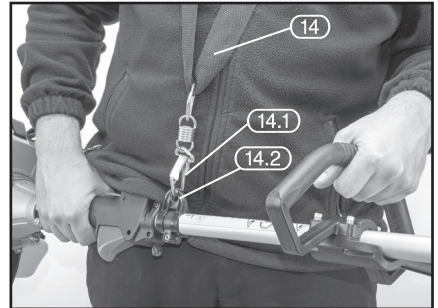

FIG. 2
8.2 HARNESS ATTACHMENT - FIGS.2 - 3